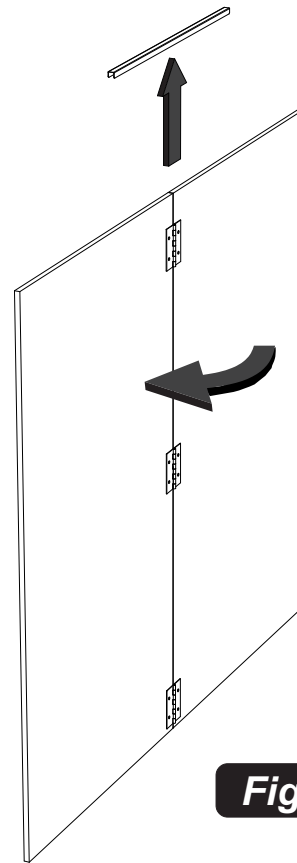

Figura 6
4. Remueva el refuerzo y cierre la mesa para su almacenamiento. Ver Figura 6. Coloque la mesa contra la pared o en una superficie plana para almacenarla.